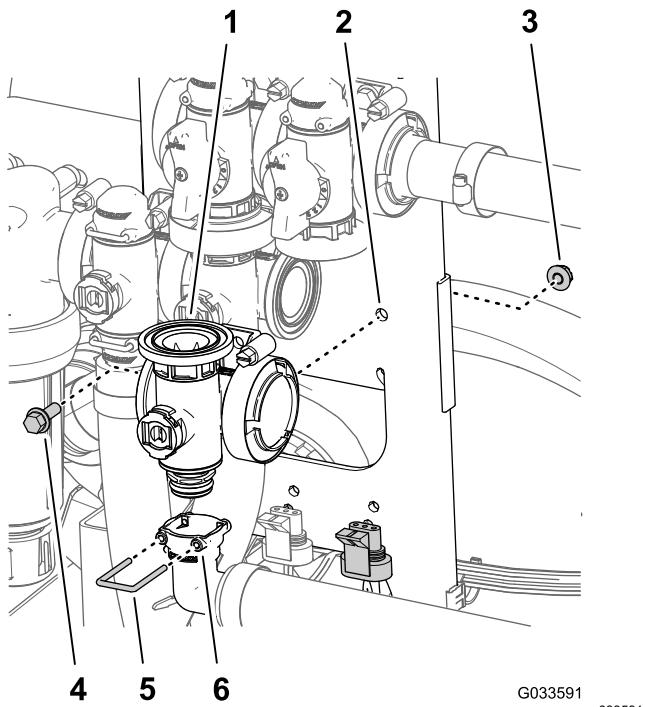

Figure 130
5. Alignez la douille du raccord de sortie à 90° et le coupleur au bas du collecteur de la vanne générale des rampes (Figure 130).
6. Fixez le raccord de sortie au coupleur en insérant un étrier de fixation dans la douille du raccord de sortie (Figure 130).